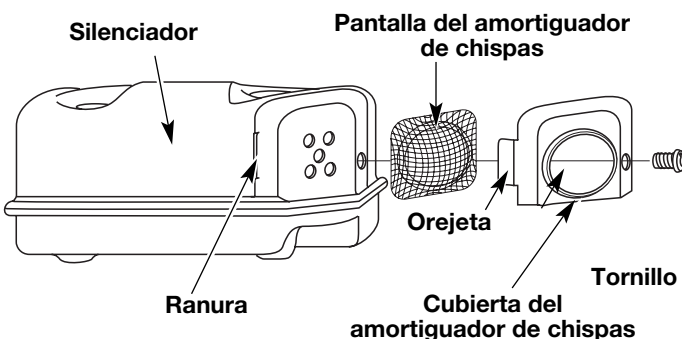

Fig. 23
2. Con un destornillador de vástago plano o broca Torx T20, saque el tornillo que conecta la cubierta del amortiguador de chispas al silenciador (Fig. 23).